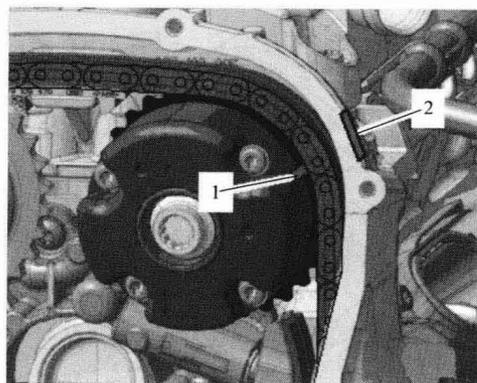

图 1-1-21
(15) 按照拆卸时所做标记重新安装凸轮轴调节器, 确保凸轮轴调节器上的凹槽 1 必须正对调节窗口 2, 如图 1-1-21 所示。